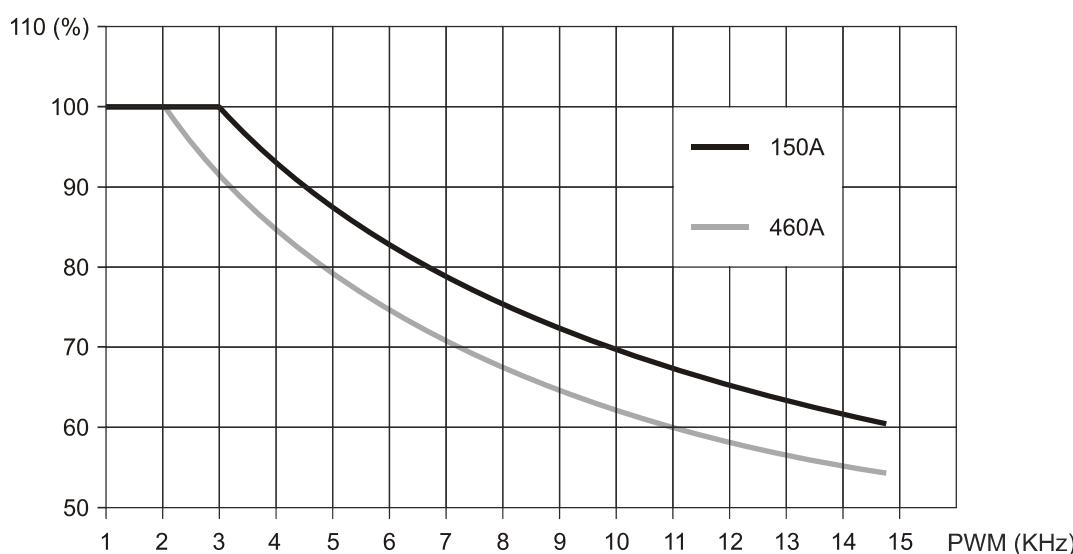

FIG. 5 (Declassamento convertitore per mod. da 150A ÷ 460A / Converter derating for mod. 150A ÷ 460A)
(1) La connessione C56 stabilisce il tipo di sovraccarico.
(2) Corrente nominale per uso continuativo a 3kHz PWM. Nella FIG.5 è riportato l'andamento del declassamento automatico in funzione della frequenza di PWM (P101).
(3) Riferimento analogico di velocità a 16 bit disponibile solo con le schede di retroazione: Encoder Sinusoidale e Endat (CS6337.1), Resolver con RDC19224 (CS6334).
(4) Temperatura ambiente ammessa fino a 45 °C. In questo caso declassare la corrente a 88% In.
(5) Per altitudine superiore ai 1000 m SLM declassare la corrente dell'1% ogni 100 m.
(1) Connection C56 determines the type of overload.
(2) Rated current for continuous duty at 3kHz PWM. FIG.5 shows the automatic derating pattern as a function of PWM frequency (P101) and AC supply (P87).
(3) 16 bit analog speed reference available only with feedback cards: Sinusoidal Encoder and Endat (CS6337.1), Resolver with RDC19224 (CS6334).
(4) Allowable ambient temperature up to 45 °C. In this case, derate current to 88% In.
(5) At altitudes above 1000 m above sea level, derate current by 1% each 100 m.